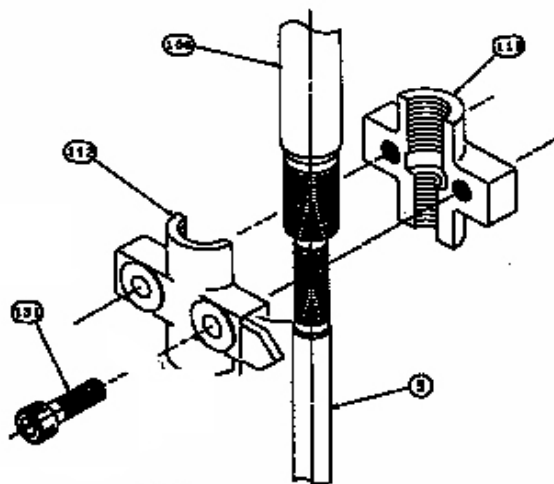
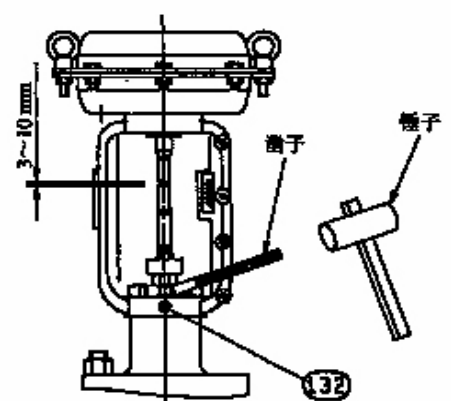

图 10-1.
图 10-3.
- 如图 10-1, 10-2 所示，紧固连接件 (112) 的内六角螺钉 (131) 松开后拆下连接件，如图 10-3 所示状态。
- 按照图 10-3，用长方头凿子对准支架螺母凹槽，用榔头敲击。注意，图 10-3 是将支架螺母紧固时凿子的方向。支架螺母的螺纹是右螺纹，所以从驱动部上方看逆时针方向是松开。
- 如图 10-3 所示将内六角定位螺钉 (132) 松开后，将执行机构从本体部分离。
- 支架按拆卸前的位置安装后，用内六角定位螺钉固定。将支架螺母按图 10-3 的要领紧固，对紧固工具的注意要点与拆卸时相同。
- 请按 4-1(2)项进行执行机构不平衡力调整，然后紧固连接件 (112)。